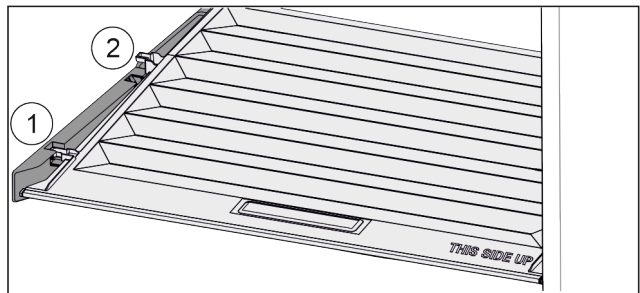

Fig. 90
- ▶ Потянуть крышку до отверстия в поддерживающих деталях вперед Fig. 90 (1).
- ▶ Поднять сзади снизу и извлечь Fig. 90 (2) движением вверх.